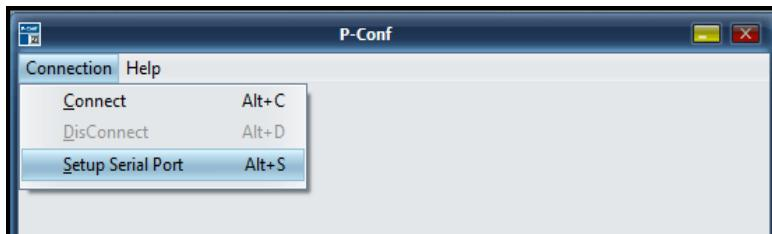

Рисунок 1 – Начальное окно программы «P-Conf»
1) включить ПК и запустить программу «P-Conf», – откроется начальное окно с двумя вкладками (рисунок 1);
2) выбрать команду «Connection ▶ Setup Serial Port» (рисунок 1) и, в открывшемся диалоговом окне, выбрать порт, к которому подключен Программатор (адаптер) PCON 200. Подтвердить выбор нажатием кнопки «OK» (рисунок 2);